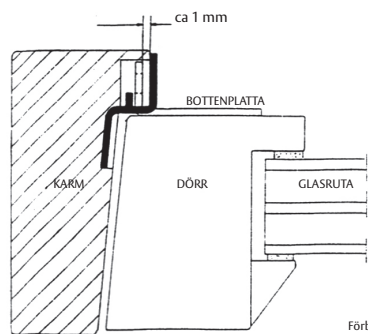

Bild 9
- 1 Placera låshusets bottenplatta (se Förpackningsinnehåll och bild 9) i den öppning som finns i slutblecket. Stäng terrassdörren/fönstret.
- 2 Skjut bottenplattan mot glasrutan så långt som möjligt. Skjut tillbaka ca 1 mm. Se bild 9. Rikta in bottenplattan så att den sitter rakt och så att bottenplattans hål centreras med slutbleckets hål.